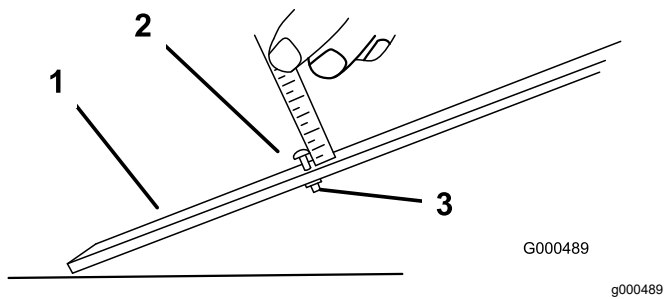

图 8
1. 松开调刀尺上的螺母并将调节螺丝设定为所需的剪草高度 图 8。